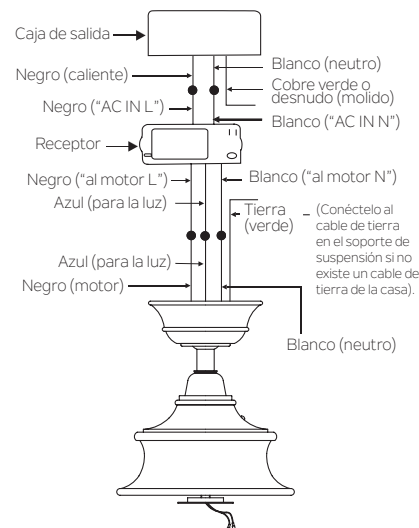

Fig. 14
**Paso 2.** Conexiones eléctricas del motor al receptor: (Fig. 14) Conecte el cable negro del ventilador al cable negro marcado "TO MOTOR L" en el receptor.
**Paso 3.** (Fig. 14) Receptor para cables de suministro de la casa Conexiones eléctricas: Conecte el cable negro (caliente) del techo al cable negro marcado "AC in L" del receptor. Conecte el cable blanco (neutro) desde el techo al cable blanco marcado "AC in N" desde el receptor. Asegure las conexiones de los cables con las tuercas para cables de plástico provistas.
**Paso 4.** (Fig. 14) Si su caja de salida tiene un cable a tierra (verde o cobre desnudo) conéctelo a los cables a tierra del ventilador; de lo contrario, conecte el cable de tierra del soporte colgante al soporte de montaje. Asegure la conexión del cable con una tuerca de plástico provista. Después de conectar los cables, sepárelos para que los cables verde y blanco estén a un lado de la caja de salida y los cables negro y azul al otro lado. Cuidadosamente meta las conexiones de los cables en la caja de salida.